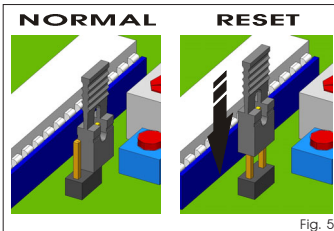

Fig. 5
- 4- Dé un mando de **OPEN A** con un dispositivo cualquiera conectado a esta entrada, el display visualiza el valor "**Pr**" y las hojas empiezan a moverse. La primera maniobra que realicen las hojas debe ser en cierre. De no ser así, hay que detener el movimiento de la cancela con un impulso de reset, realizando el puente en los dos PINES de "**RESET**" utilizando el específico conector (véase Fig.5). Quite la tensión y coloque de nuevo el conector en su posición normal (Fig.5). Seguidamente invierta los hilos de los motores / del motor,